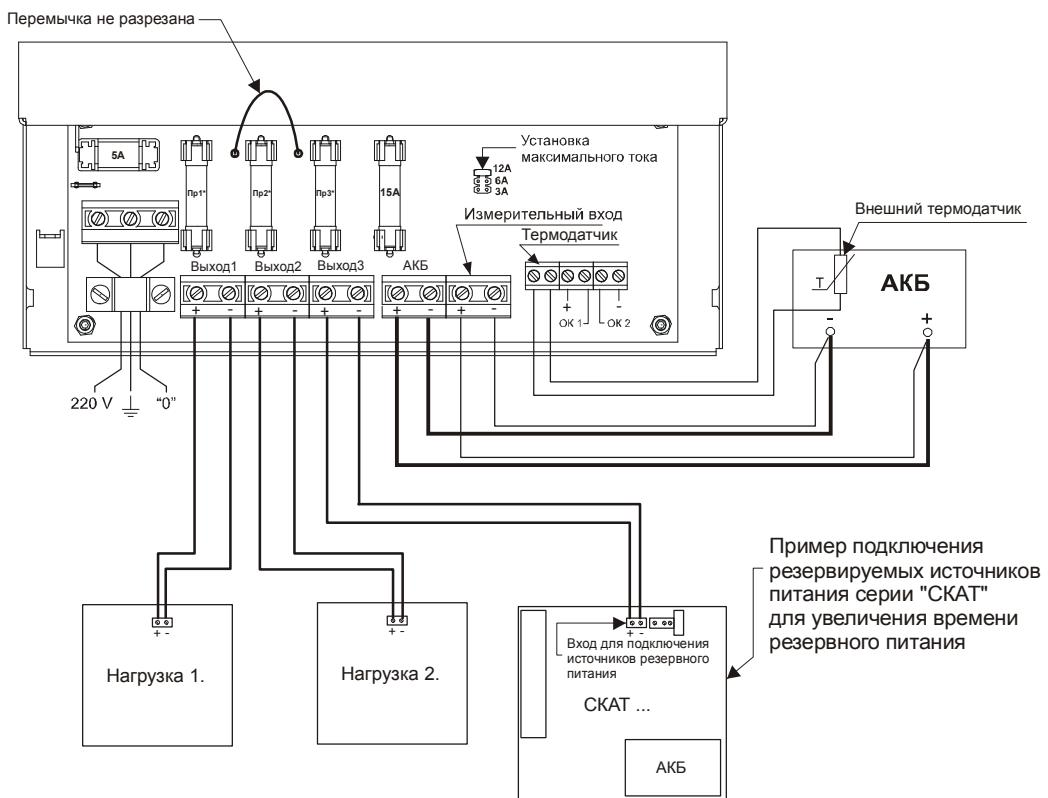

Рис.3
Произведите подключение соединительных линий, к клеммам источника руководствуясь схемой подключения источника (рис.3) в следующей последовательности:
- ♦ Проверьте правильность произведенного монтажа в соответствии со схемами подключений (рис.3, 4 , 5 и 6).